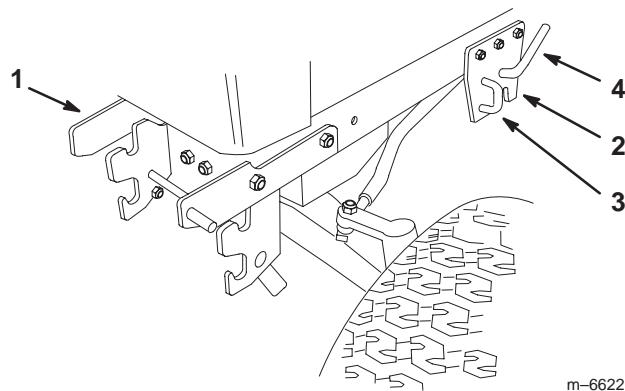

Bild 3
- Öffnen Sie die mittlere Anbauvorrichtung. Ziehen Sie den J-Stift heraus und schieben Sie den Verriegelungsgriff nach hinten (Bild 3).
- Schließen Sie den mittleren Verriegelungshebel der Anbauvorrichtung, indem Sie ihn nach vorne drehen (Bild 3).